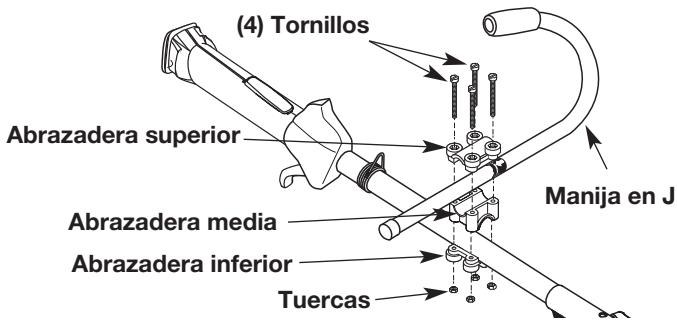

Fig. 1
- Coloque la manija en J entre la abrazadera superior y la abrazadera media (Fig. 1).